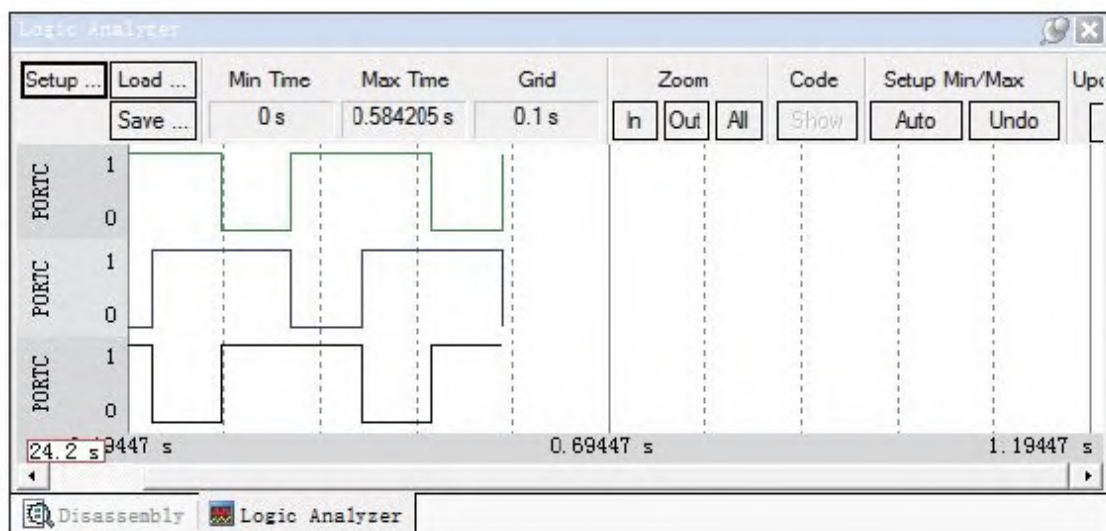

图 5-9 逻辑仿真仪效果
10) 全速运行。调节Zoom的In/Out可进行放大缩小时间轴，见图5-9。